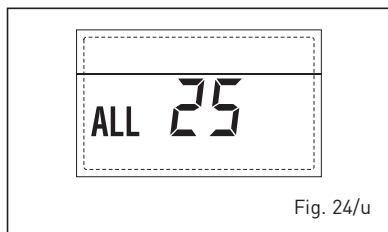

Fig. 24/u
- ANOMALIA GUASTO SONDA SOLARE S3 "ALL 26" (fig. 24/v)